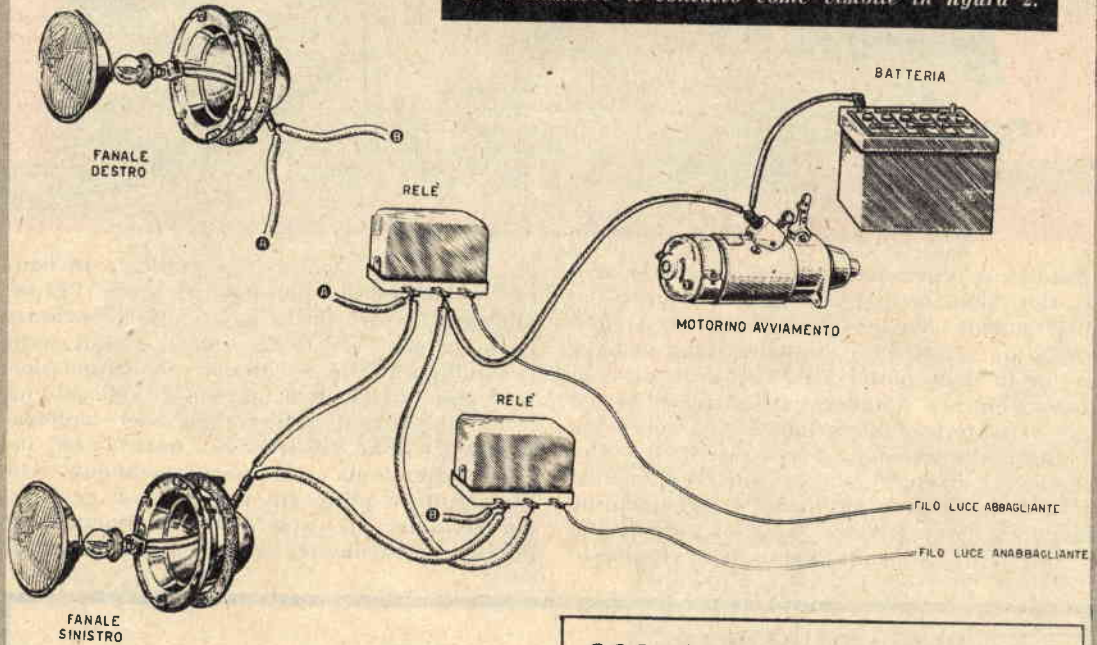

Fig. 3
**Fig. 3 - Se decidete di inserire il relè nell'auto ricordatevi che questo va applicato vicino al fanale e che il terminale centrale va collegato alla tensione positiva (morsetto del motorino di avviamento) con un cavo di sezione elevata. I due fili conduttori, che provengono dal cruscotto e che in condizioni normali sarebbero serviti per accendere direttamente le lampadine, con la modifica apportata provvedono ad eccitare il relè ed a chiudere il contatto come visibile in figura 2.**
sa. Al morsetto centrale si collegherà il cavo di sezione elevata che preleva la tensione dal motorino di avviamento (fig. 3).
Fig. 3 - Quando si vogliono osservare diapositive le cui dimensioni sono  $30 \times 40$  mm. esse devono essere sistemate nel sostegno porta-foto ad una distanza di 15 mm. tra loro.